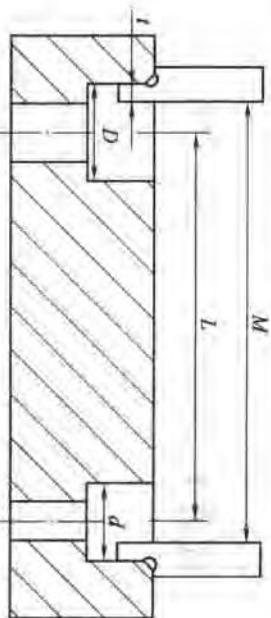

图 1—3
1. 如图 1—3 所示，用双面游标卡尺测得 M 为 100.04 mm，卡尺每个量爪宽度 t 为 5 mm，两孔直径分别是 $D = 24.04 \text{ mm}$, $d = 15.96 \text{ mm}$ ，求两孔中心距 L 。